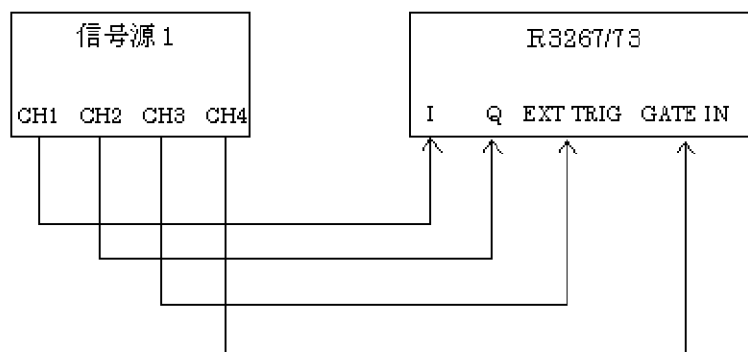

図 6-11 IQ 入力 MS 測定接続図
1. R3267/73 と信号源を図 6-11 のように接続します。